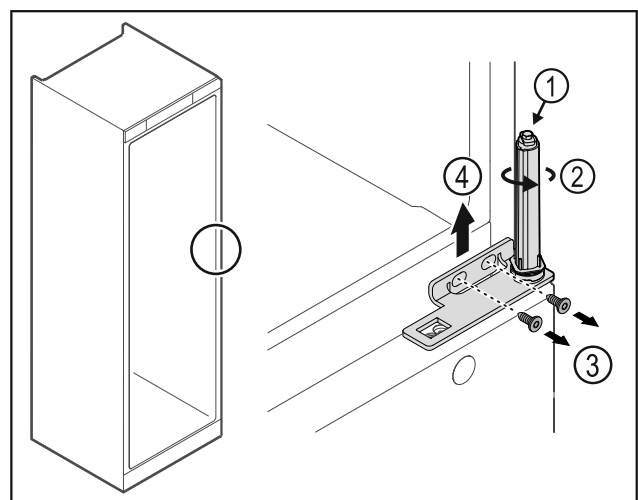

Fig. 26
- ▶ Nerozoberajte systém zatvárania dverí Fig. 26 (1).
- ▶ Otáčajte systém zatvárania Fig. 26 (2), kým nezacvakne.
- Uvoľnite skrutky Fig. 26 (3), odoberte uholník závesu nahor Fig. 26 (4).